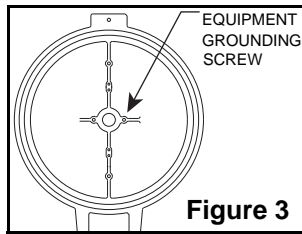

Figure 3
2. Ground luminaire mount. If mount is not grounded through a metal raceway, such as metal conduit, a separate grounding conductor must be utilized. Attach this grounding conductor to the provided "EQUIPMENT GROUNDING SCREW". Location of the equipment grounding screw is marked in each mount except cone pendant mount. See Figure 3 for location of equipment grounding screw in cone pendant mount.
2. Effectuer la mise à la terre de la monture du luminaire. Si la monture n'est pas mise à la terre par un chemin de câbles métallique, tel un conduit en métal, un fil de mise à la terre séparé doit être fourni. Fixer ce fil de mise à la terre à la « VIS DE MISE À LA TERRE DE LA TERRE DE L'ÉQUIPEMENT ». L'emplacement de la vis de mise à la terre de l'équipement est marqué sur chaque monture à l'exception du cône de suspension. Se reporter à la Figure 3 pour l'emplacement de la vis de mise à la terre de l'équipement dans le cône de suspension.